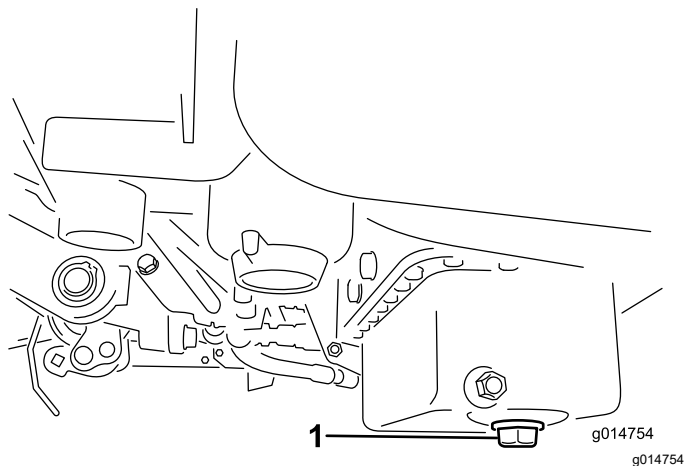

图 31
1. 拆下排油塞、让油流入放油盘。油不再流时、安装排油塞图 31。